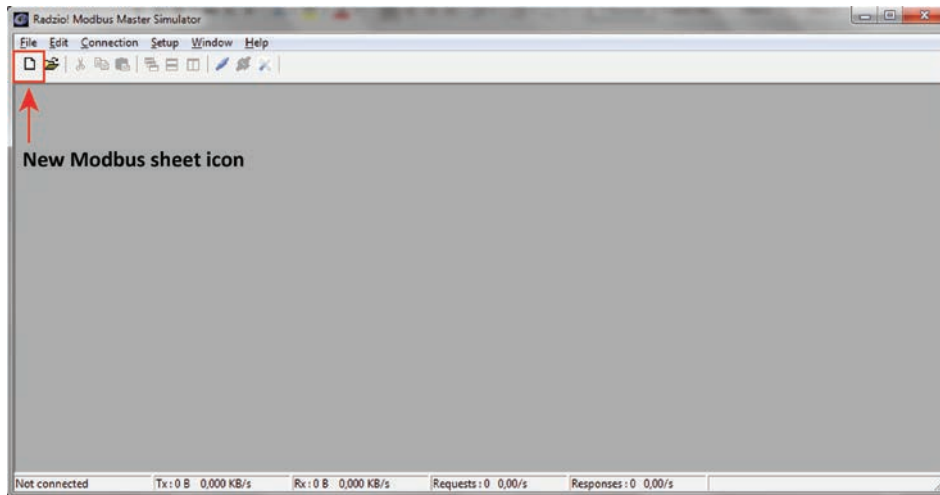

Рис. 9: Значок «New Modbus sheet» (Новый лист Modbus)
12. Щелкните значок **New Modbus sheet** (Новый лист Modbus), для открытия нового листа Modbus. (Рис. 9)